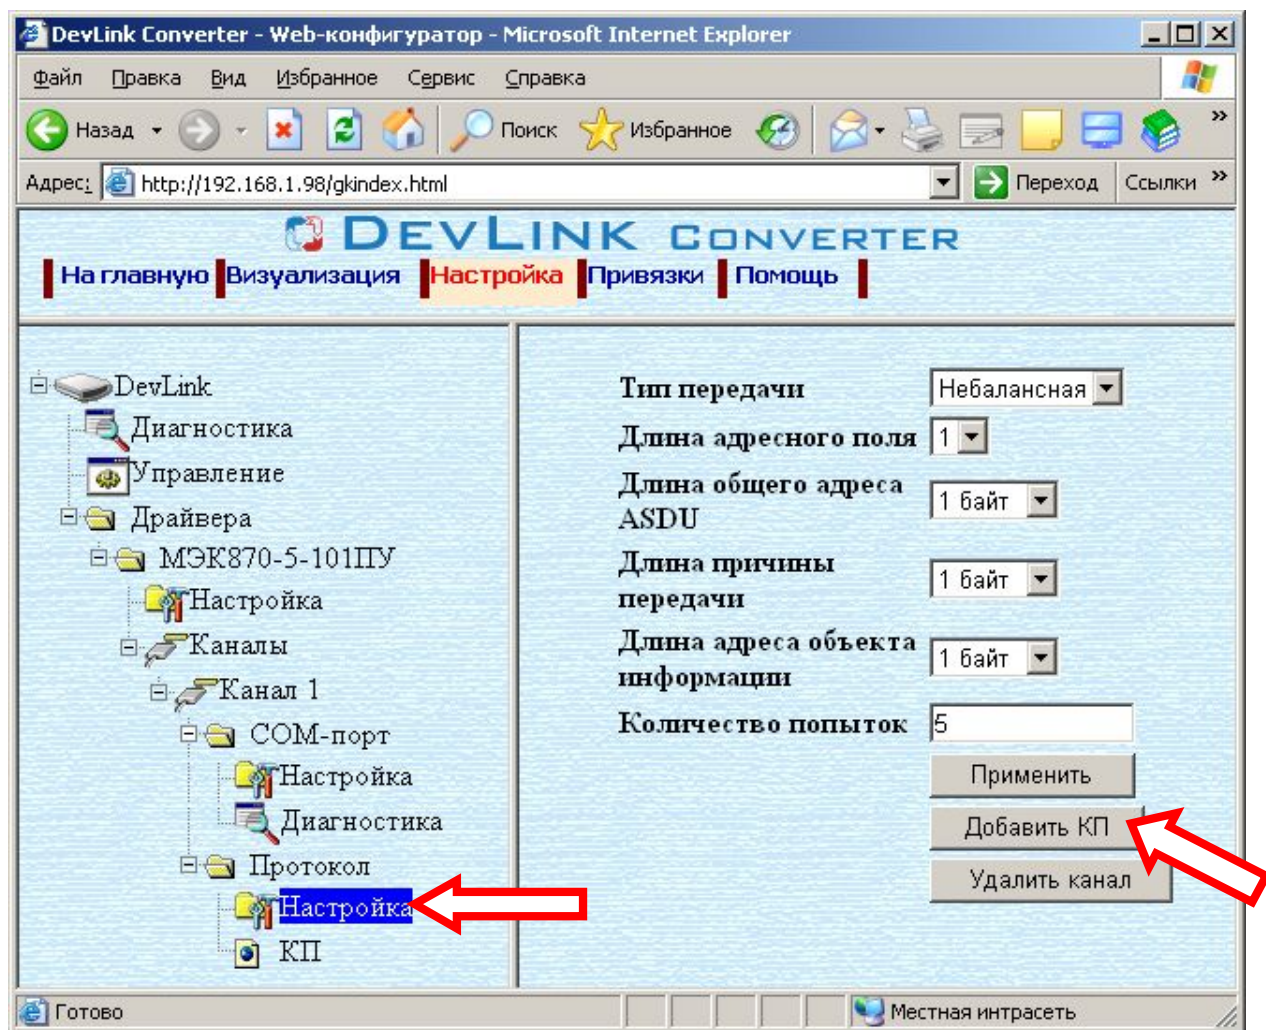

Рисунок 3.5 – Добавление КП
- Выберите в дереве объектов *папку «Настройка» протокола* (рисунок 3.5)